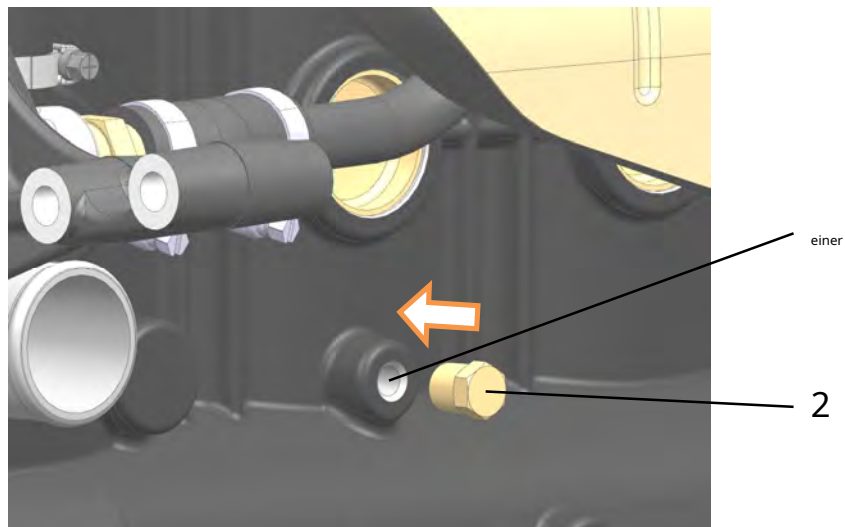

Abb. 178. Ablassschraube montieren:
24. Stopfen 2 (Abb. 178) des Kühlmittelablasses montieren, bevor Durch Auftragen eines anaeroben Dichtmittels "Fixator-6" (oder ähnlich: "Stopor-6", "Technogerm-5", "Germikon-2K") oder Silikondichtmittel "Unisil H50-1" auf das Gewinde. Schrauben Sie den Stopfen mit einem Drehmoment von 17,6 ... 34,3 N m (1,8 ... 3,5 kgf m) in Loch 1 ein.